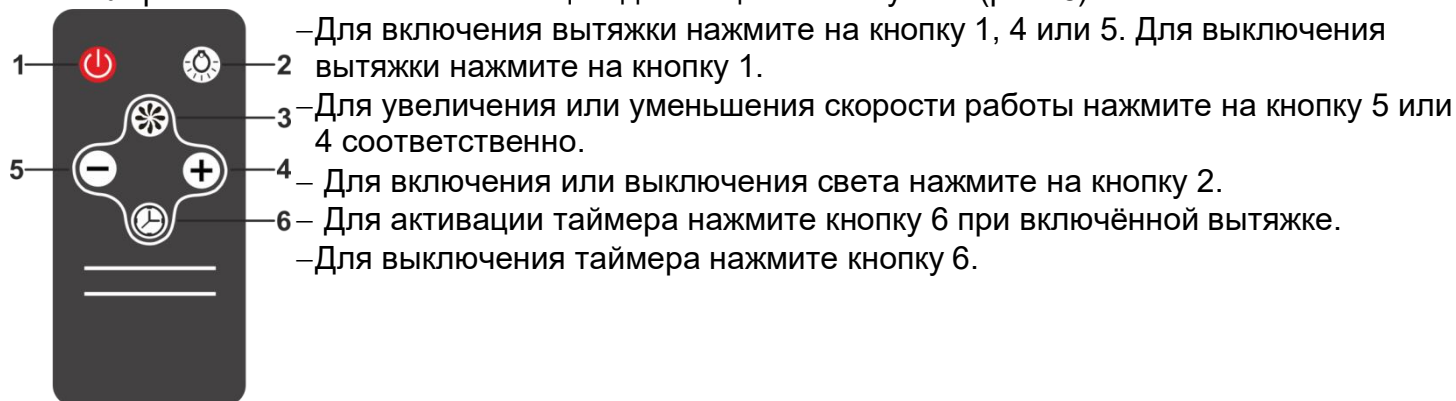

Рис.6
7.4 Управление вытяжкой с помощью дистанционного пульта (рис. 6).